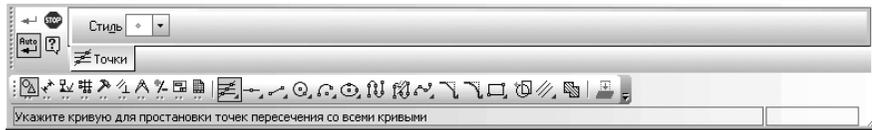

Рис. 8.57. **Панель свойств: Все точки пересечения кривой, Компактная панель** с нажатой кнопкой  **Все точки пересечения кривой** и строка сообщений
**Панель свойств: Все точки пересечения кривой, Компактная панель**, с нажатой кнопкой  **Все точки пересечения кривой**, и строка сообщений показаны на рис. 8.57.